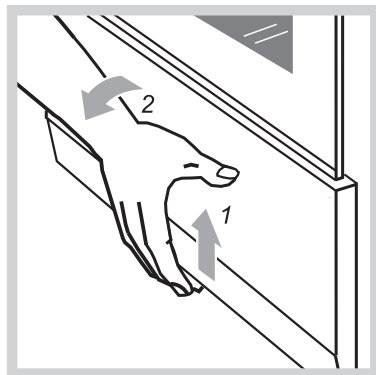

Рис.9
- Плиты выпускаются двух исполнений: с выдвигным ящиком и с откидной дверцей. Чтобы открыть дверцу, ее нужно приподнять вверх и наклонить на себя (рис.9).